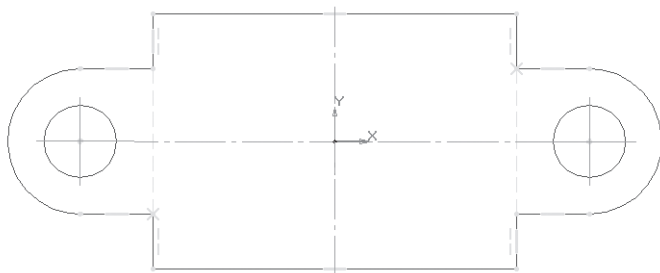

Рис. 169
- удалите лишний контур на эскизе (рис. 169). Работайте внимательно, помните о требованиях, предъявляемых к эскизу;